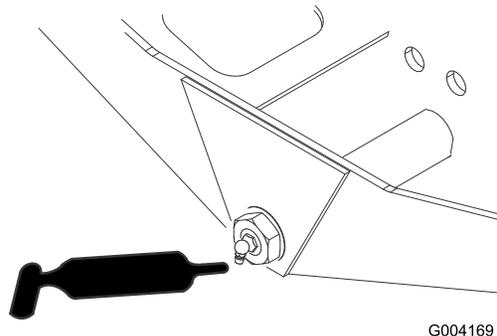

Figura 57
- Articulação da direcção do eixo (1) (Figura 57)